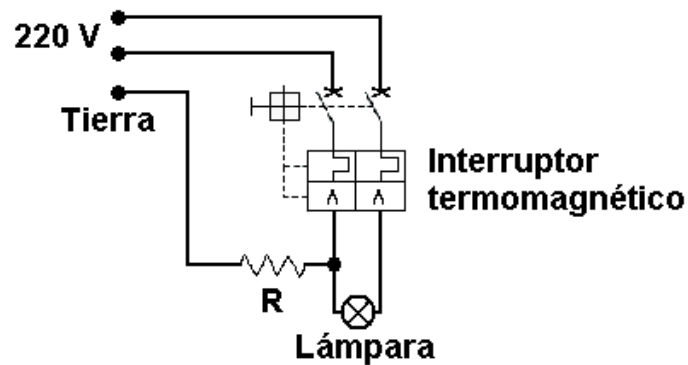

Figura 2.
5. Arme el circuito que se muestra en la figura 2, con $R=15\text{ K}\Omega$.